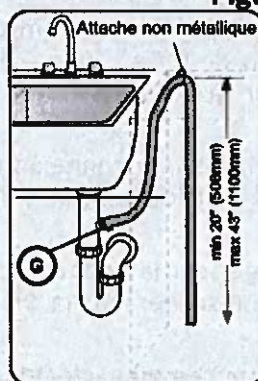

Figure 11
1. Directement sur le raccordement de vidange de lave-vaisselle sous l'évier, comme l'indique la Figure 11.